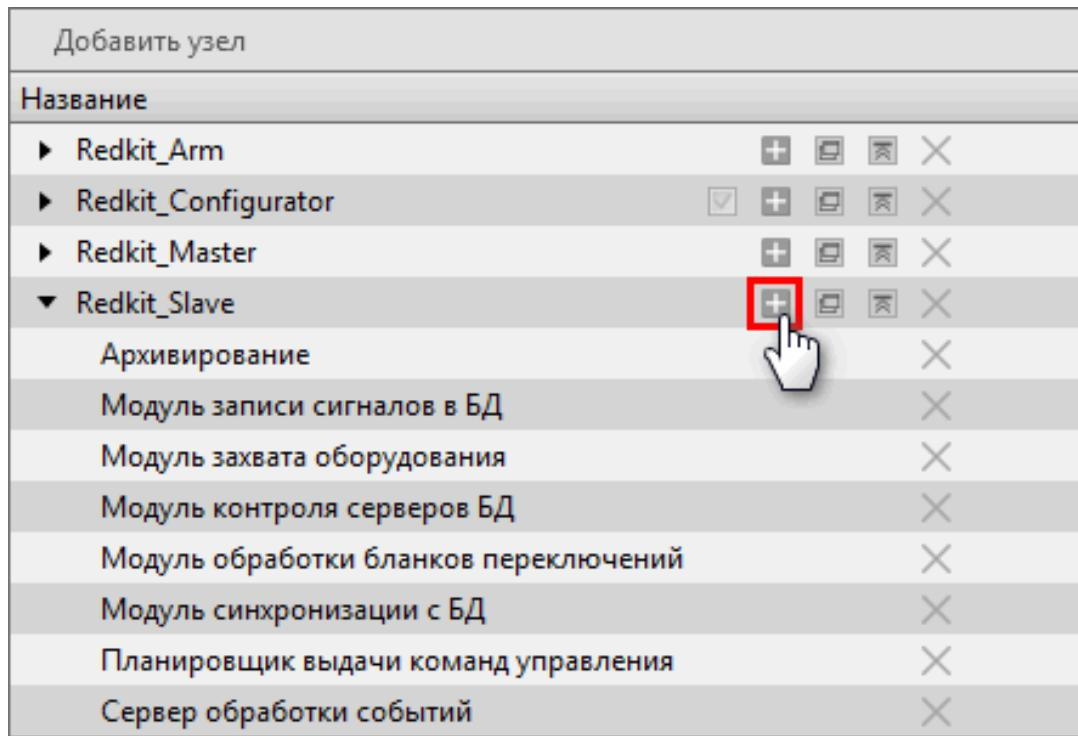

Рисунок 265 - Добавление модулей
1. Нажмите на кнопку (Рисунок 265).